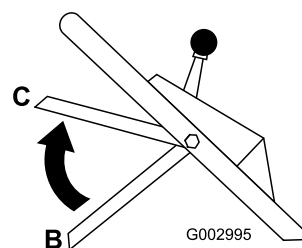

Figure 20
4. Ramenez la barre de commande à la position centrale, soit 12,7 cm (5") environ au-dessous de la barre transversale du guidon (position C de la Figure 20).
5. Relâchez la barre de commande de la lame (position B de la Figure 20).